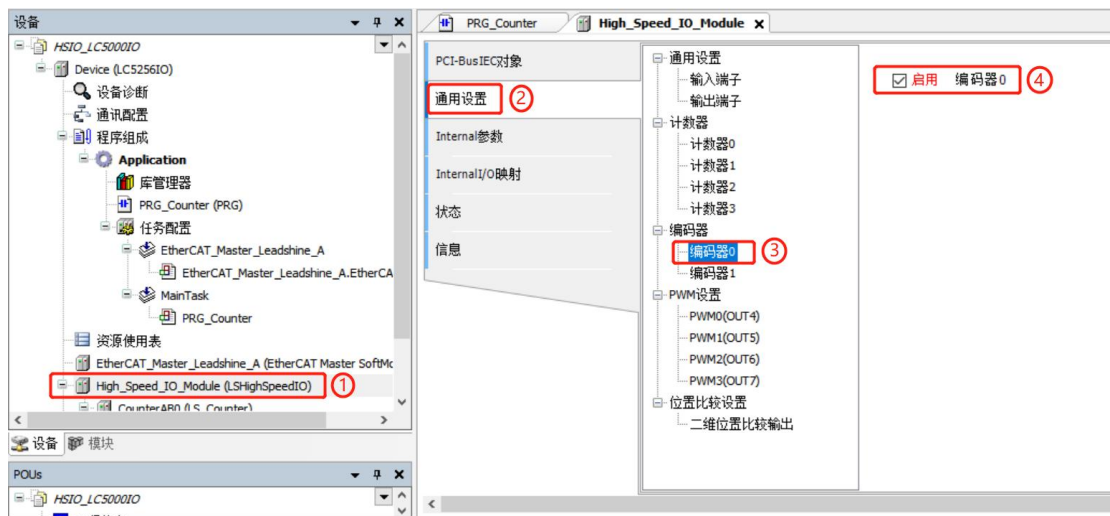

图 10.35 配置编码器参数
1) 在 LeadSys Studio 软件界面选择所使用的编码器，本例选择编码器 0，如图 10.35 所示。
- ① 鼠标左键双击“High_Speed_IO_Module”(LSHighSpeedIO)。
- ② 左键单击“通用设置”进入设置界面。
- ③ 左键单击“编码器 0”进入计数器启用界面。
- ④ 勾选“启用”编码器 0。